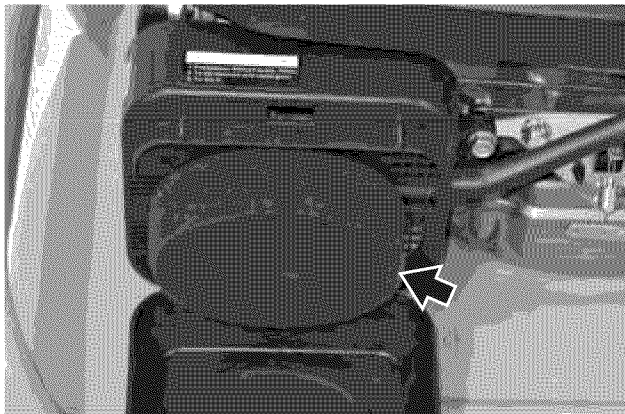

Figura 57 – Procedimiento para retirar el elemento del filtro de aire
5. Retire el elemento de espuma del filtro de aire (Ver Figura 57).